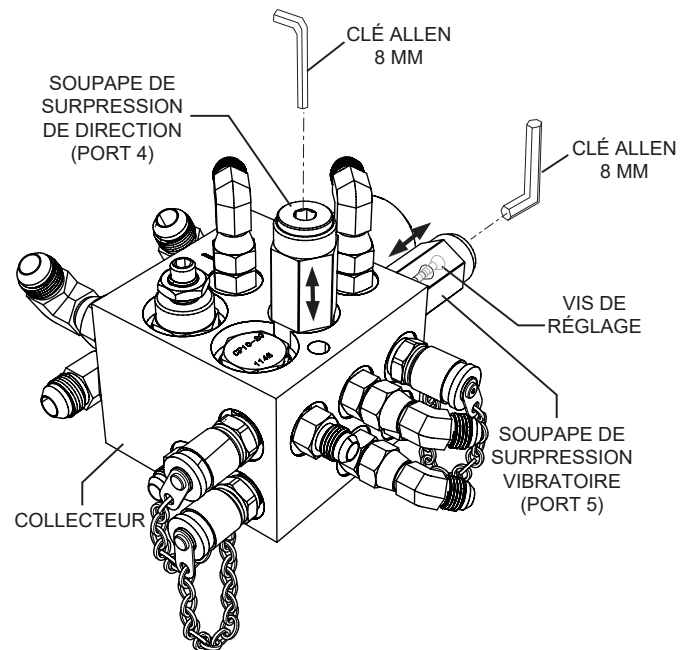

Figure 32. Soupape de surpression de direction et de vibration
1. Insérez une clé Allen de 8 mm dans le port 5 de surpression de la direction (Figure 32) sur le bloc collecteur.